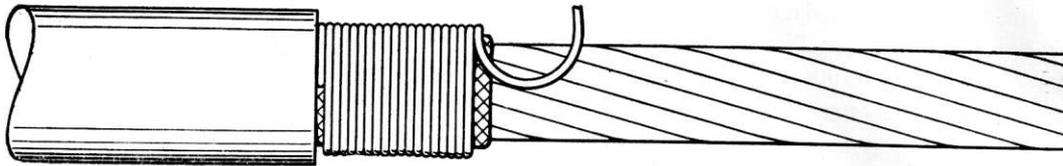

FIGURE 28d.
(5) Examiner le blindage ainsi replié et supprimer les bords coupants qui pourraient percer l'isolant des conducteurs. C'est très souvent la cause d'une panne; prendre soin de l'éviter.
(6) Enrouler et serrer autour du blindage du fil de cuivre étamé A.W.G. n° 18 ou n° 20; s'assurer que le diamètre de l'enroulement est uniforme de la gaine au bout (voir fig. 28d). Laisser